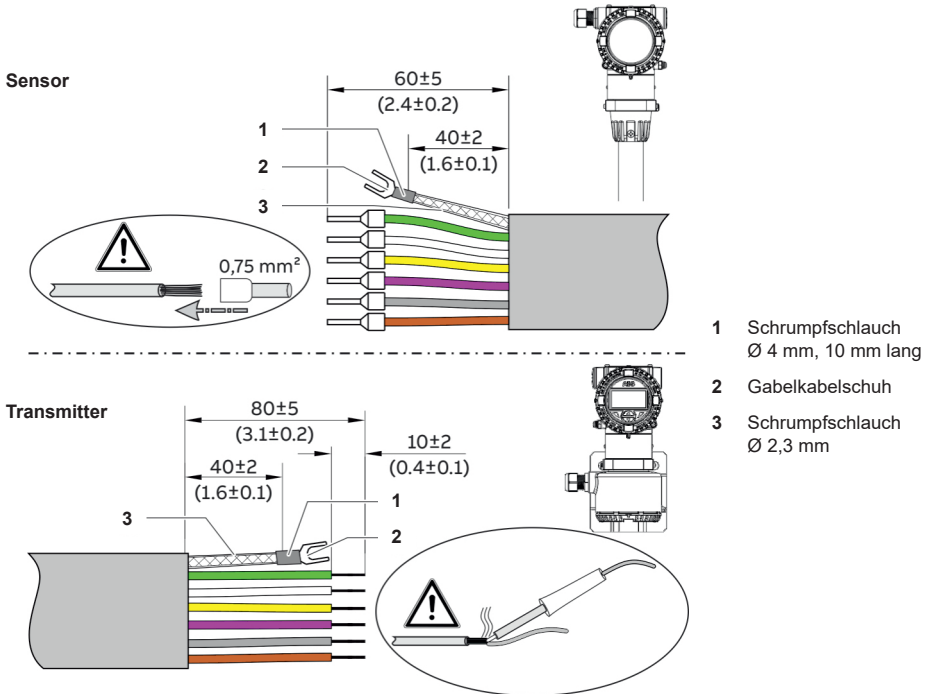

Abb. 31 Signalkabel, Abmessungen in mm (in.)
Das Signalkabel kann auch auf jede beliebige Länge zugeschnitten werden. Dann müssen die Kabelenden wie in Abbildung 31 gezeigt konfektioniert werden.
- Das Signalkabel gemäß Vorgabe konfektionieren (siehe Abbildung 31).